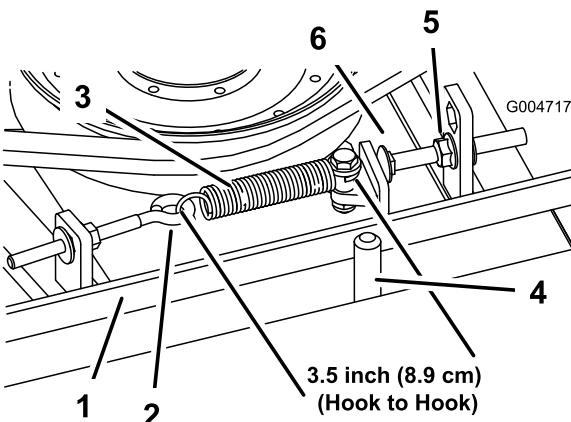

Figura 94
Quando a tensão estiver correta, a medida interior da mola de extensão (ganco a gancho) deverá ser de cerca de 8,3 cm a 9,5 cm. Logo que se obtenha a tensão correta da mola, ajuste o pino de fecho (parafuso da carroçaria) até haver uma folga aproximada de 2 a 5 mm entre a cabeça do parafuso e o braço intermédio (Figura 94).
Nota: Certifique-se de que correia está colocada no lado da mola do guia da correia (Figura 94).
2. Desaperte o parafuso com olhal permitindo a remoção da mola de extensão (Figura 94).
3. Desaperte a porca flangeada que prende o pino de fecho à patilha de montagem e afaste a polia intermédia da correia para libertar a tensão da correia (Figura 94).
- Nota:** Certifique-se de que correia está colocada no lado da mola do guia da correia (Figura 94).
- Ligue a mola de extensão (Figura 94) ao parafuso de olhal e aplique a tensão na correia como se segue: